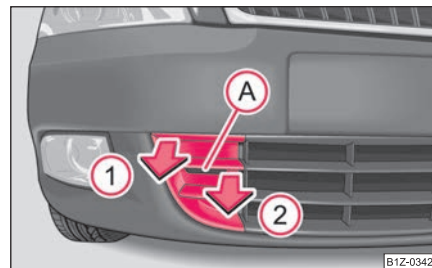

Fig. 245 Paragolpes delantero: rejilla protectora
- Poner los dedos en el orificio **(A)** ⇒ página 271, fig. 245.